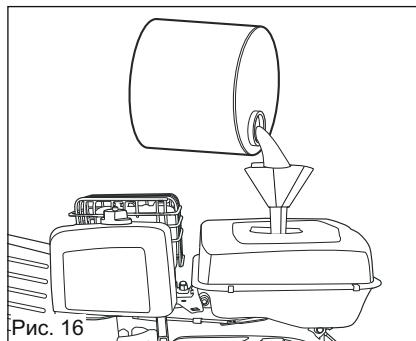

Рис. 16
3. Снимите крышку топливного бака с его верхней части (5).
4. Используя воронку, осторожно заполните бак (5) топливом (рис. 16).